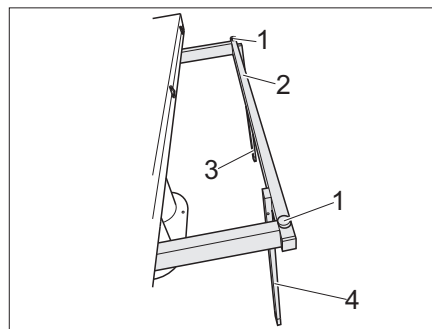

Fig. 108 Collocare i supporti in posizione verticale
- Estrarre la sottostruttura del tavolo (Fig. 108,2).
- Collocare i supporti (Fig. 108,3 e 4) in posizione verticale.
- Regolare il piano del tavolo all'altezza desiderata utilizzando le due viti di regolazione (Fig. 108,1).